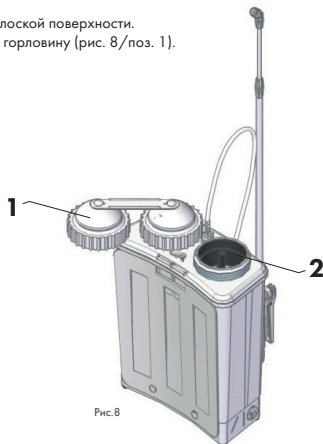
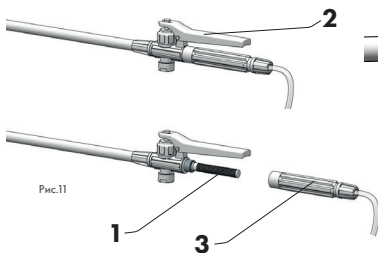
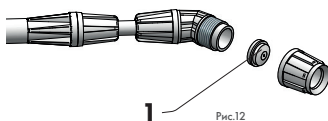

Рис.8
Рис.11
Рис.12
Откройте гайку, защищающую заливную горловину (рис. 8/поз. 1).
Через находящиеся под ней ситечко (рис. 8/ поз. 2), влейте подготовленную заранее рабочую жидкость. Возможные загрязнения, которые были в ситечке, выбросите. Накрутите гайку, защищающую заливную горловину. Ситечко может остаться под гайкой. Перенесите опрыскиватель на место работы. Теперь можете наложить опрыскиватель на спину и отрегулировать ремни. **Опрыскиватель поднимайте за ремень без пружки ремня безопасности.** Отрегулируйте и застегните набедренный пояс. Направьте наконечник распылительной трубки на место, которое опрыскивается и включите опрыскивание с помощью рычага при рукоятке распылительной трубки (рис. 11/поз. 2). Опрыскивание выполнять в соответствии с направлением ветра.
Фильтр (рис. 11/поз. 1) находящийся в рукоятке распылительной трубки (рис. 11/поз. 3) и форсунку (рис. 12/поз. 1) находящуюся в конце распылительной трубки (рис. 1/поз. 7) очищайте периодически или перед каждым длительным простоем.
2. Нажмите на рычаг (рис. 11/поз. 2), включая опрыскивание.
Засоренное распылительное сопло (рис. 12/поз. 1).	Открутите гайку насадки распылительной трубки (рис. 12/поз. 2), достаньте и демонтируйте распылительную форсунку (рис. 12/поз. 1) и прополощите проточной водой. Соберите в обратном порядке.